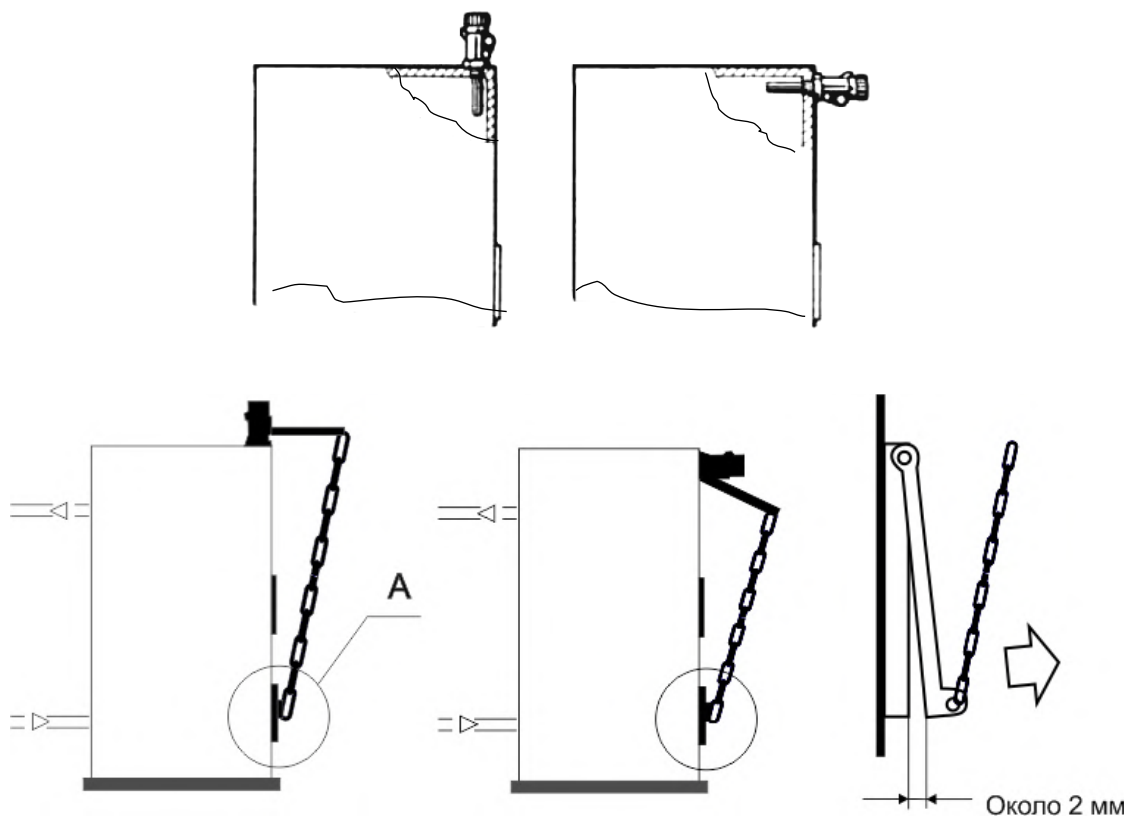

Рисунок 7 – Схема закрепления тягорегулятора на заслонке нижней дверцы Котла
- настройка тягорегулятора — нагреть Котел до 60°C (температура должна быть стабильной на протяжении не менее 30 минут), установить ручку настройки регулятора в положение, соответствующее показанию котлового термометра (в случае вертикальной установки следует использовать белые цифры), настроить цепь регулятора заслонки так, чтобы щель составляла примерно 2 мм (см. рисунок 7 вид А).